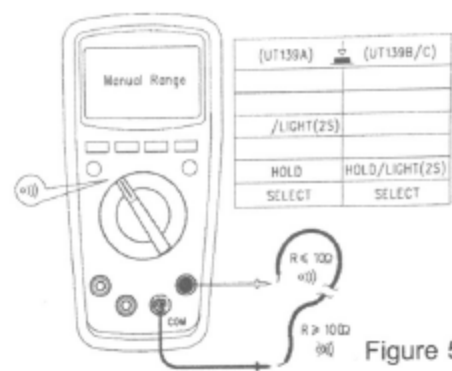

Figure 5
3) Проверка цепи на обрыв (смотреть Figure 5)